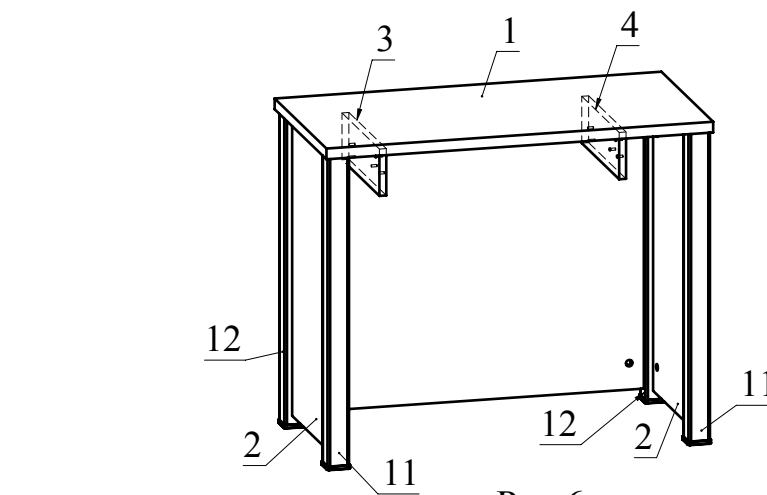

Рис.6
- Установите деталь 3 между деталями 11 и 12 так, чтобы верхний торец детали прилегал к детали 1 и закрепите двумя шурупами 4x30 к детали 2. Аналогично закрепите деталь 4 к детали 2 между деталями 11 и 12 (Рис. 6).